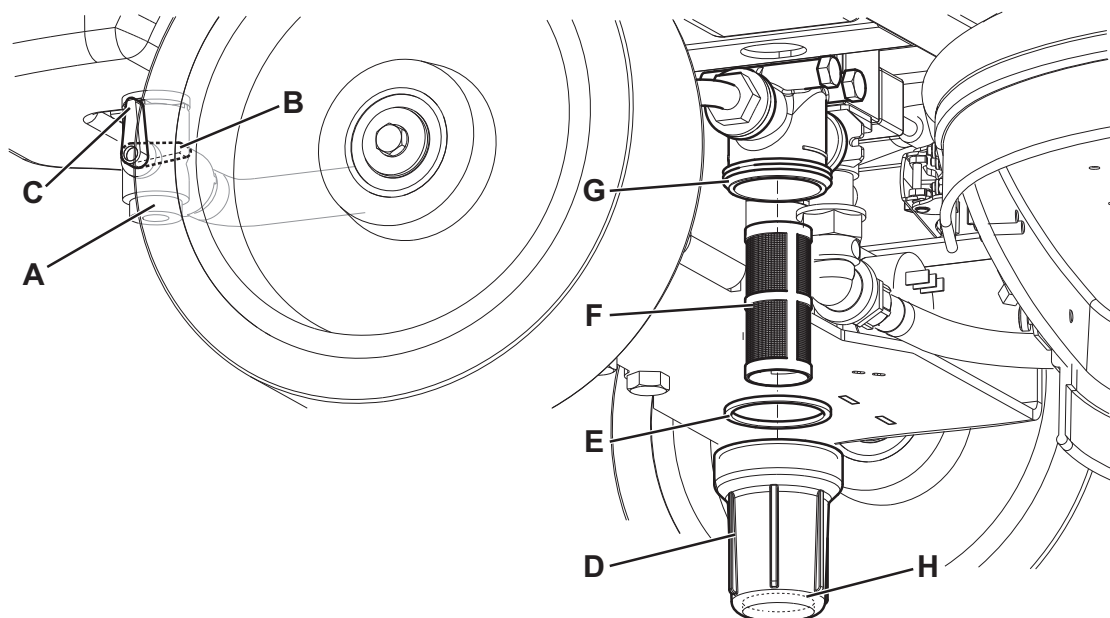

Figure 10
2. Positionner la clé de contact (58) sur "0".
3. Fermer le robinet (A, Fig. 10) de la solution situé dessous la machine, derrière la roue arrière droite. Le robinet (A) est fermé quand il se trouve dans la position (B) par rapport au robinet et il est ouvert quand il se trouve dans la position (C).
4. Retirer le petit glas transparent (D), récupérer le joint d'étanchéité (E), puis retirer le filet filtrant (F). Les nettoyer à l'eau et les reposer dans le support (G).